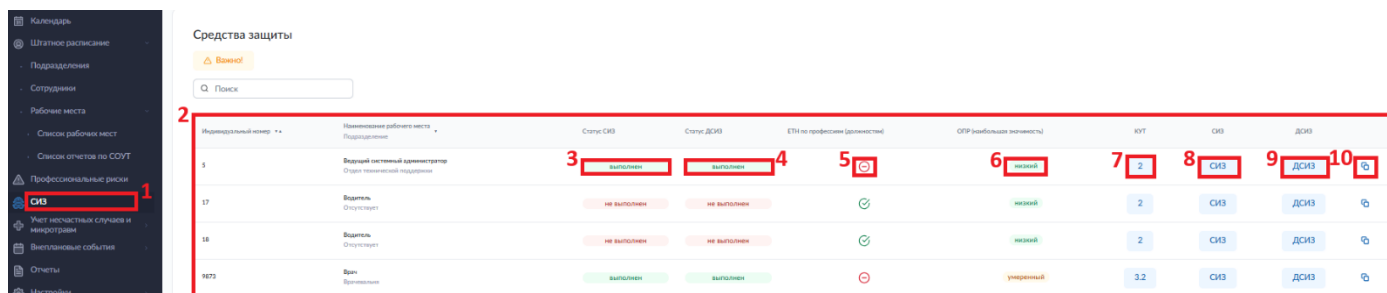

Рисунок 45. Раздел «Подбор СИЗ и ДСИЗ».
Доступ к функционалу (рис. 45) осуществляется по нажатию кнопки «СИЗ» (1).